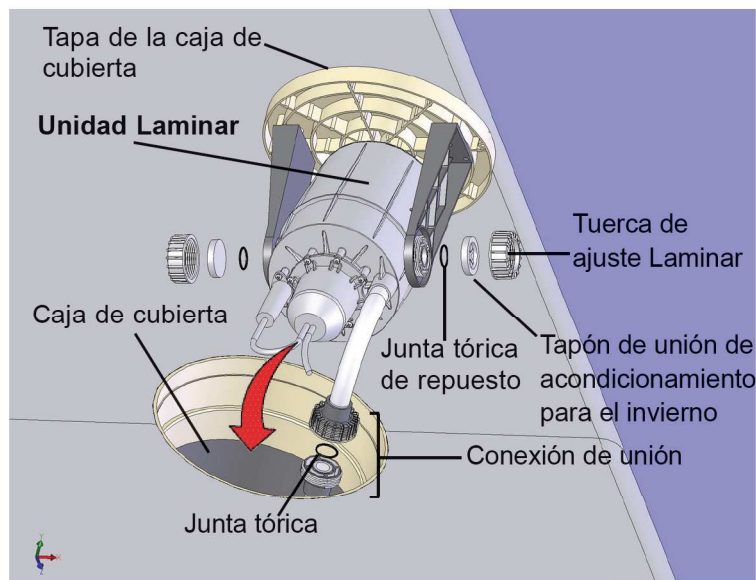

Figura 5
2. Asegúrese de que las juntas tóricas de repuesto estén en posición. Coloque los tapones de la unión de acondicionamiento para el invierno sobre las tuercas de ajuste Laminar y enrósquelas en posición sobre el cuerpo Laminar (Figura 5).
3. Conecte el Laminar al conducto de suministro con la conexión de unión (Figura 5). Asegúrese de que la junta tórica permanece en su ranura y que la superficie de conexión está libre de adhesivo/suciedad.)
5. Coloque la tapa de la caja de cubierta/unidad laminar en ésta (Figura 5). Si las mangueras de la caja de cubierta impiden el correcto asentamiento de la tapa, es posible que deba aflojar brevemente la tuerca de unión y permitir que las mangueras se giren, de modo que formen una espiral hacia fuera y al interior de la caja de cubierta.